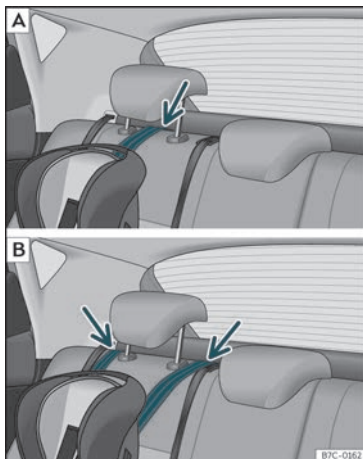

Fig. 27 Seients posteriors:ajust i muntatge en funció del cinturó Top Tether.
- Col·loqueu la corretja per sota del reposacaps del seient posterior >>> **fig. 27** (en funció de les instruccions de la mateixa cadira, aixequueu o retireu el reposacaps si és necessari).